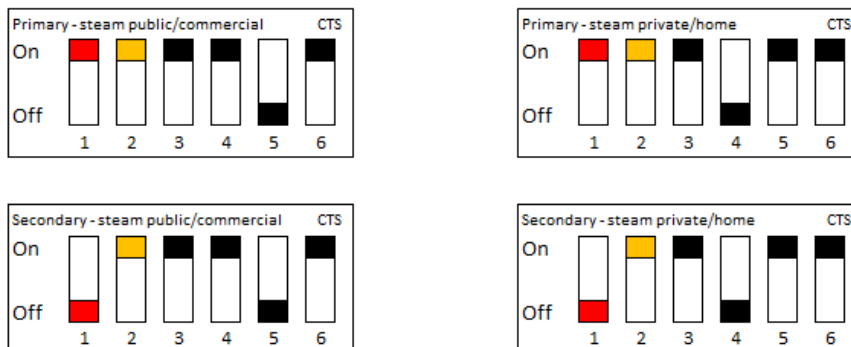

Fig. 17
Lorsque plusieurs générateurs sont interconnectés, l'un d'entre eux doit être le générateur primaire (Primary, réglage en usine) qui commande les autres générateurs. Les autres générateurs sont alors des générateurs secondaires (Secondary), selon le schéma de connexion de la Fig. 17
3. Sélectionnez un générateur de vapeur *secondaire* et modifiez les réglages sur le boîtier DIP pour lui donner le statut de générateur *primaire* selon le modèle. Voir la Fig. 17. Raccordez ensuite le panneau de commande au nouveau *primaire*. Une nouvelle « configuration initiale (initial setup) sera nécessaire, dans la mesure où ce générateur n'avait pas été précédemment configuré comme *primaire*.